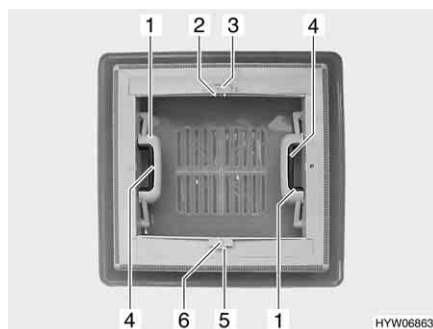

Fig. 18 Oblò a scatto
Apertura: ■ Premere la chiusura a scatto (Fig. 18,4) verso l'interno dell'oblò. Premere contemporaneamente verso l'alto l'oblò con la maniglia (Fig. 18,1).
Chiusura: ■ Tirare con forza verso il basso le due maniglie (Fig. 18,1) dell'oblò, fino a quando non scattano entrambe le chiusure.
Chiusura: ■ Premere l'arresto (Fig. 18,5) verso il lato esterno dell'oblò.
■ Tirare l'oscurante a rullo per la maniglia (Fig. 18,6) fino alla maniglia contrapposta della zanzariera a rullo (Fig. 18,2) e farla innestare.
Apertura: ■ Serrare la maniglia (Fig. 18,2). L'arresto si sblocca.
■ Ricodurre lentamente l'oscurante a rullo accompagnandolo con la maniglia (Fig. 18,6).
- Premere l'arresto (Fig. 18,3) verso il lato esterno dell'oblò.
- Tirare la zanzariera a rullo per la maniglia (Fig. 18,2) fino alla maniglia contrapposta dell'oscurante a rullo (Fig. 18,6) e farla innestare.
- Serrare la maniglia (Fig. 18,2). L'arresto si sblocca.
- Ricondurre lentamente la zanzariera a rullo accompagnandola con la maniglia (Fig. 18,2).